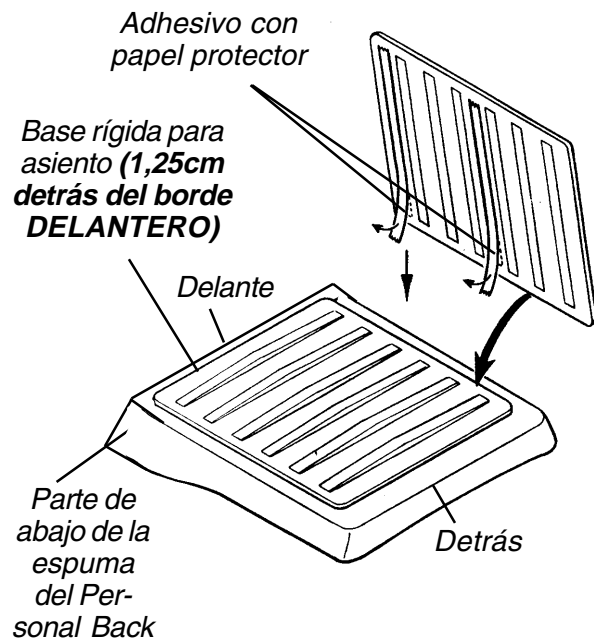

FIGURA 2 - COLOCACIÓN DE LA BASE RÍGIDA
- Coloque la superficie de la base rígida con la cinta adhesiva contra la parte inferior del cojín Personal Back (FIGURA 2).
- Coloque la base rígida del cojín a 1,25cm del borde DELANTERO de la espuma del Personal Back y céntrelo a ambos lados (FIGURA 2).
- Después retire el papel protector del adhesivo de la base rígida y colóquela en la parte de abajo de la espuma del Personal Back (FIGURA 2).
- Presione con firmeza para pegar la base rígida a la espuma del Personal Back (FIGURA 2).